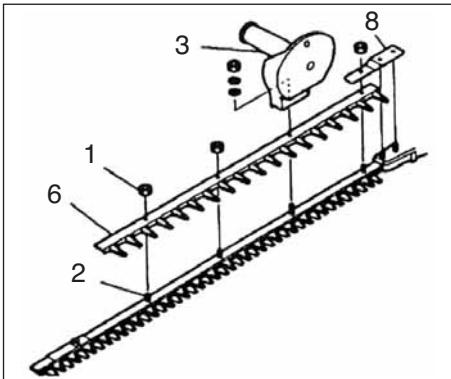

Рис.1-2
- * Для монтажа накопительной пластины на CH105EC (С) воспользоваться каждой (5) из двух предусмотренных шайб под уборочной пластиной или двумя крепёжными болтами лезвия, на конце режущего лезвия (при наличии подобного оснащения).
- Прежде чем зафиксировать затянутые вручную гайки, вкрутить устанавливаемые крепёжные болты лезвия (2), затем выкрутить болты прибл. на 1/2 оборота.
Рукоятка В (3) и тупоконечное защитное приспособление (6) для США/КАНАДЫ (Рис. 1-2, 3) (при наличии подобного оснащения)
- Демонтировать четыре гайки (1) (при двухстороннем лезвии три гайки (1)) на стороне шпиндельной головки